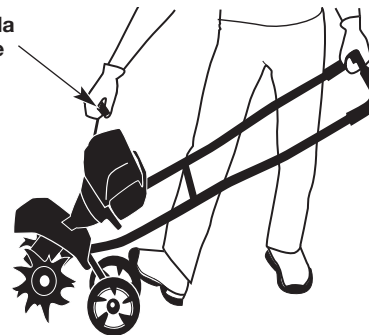

Fig. 10
ADVERTENCIA: Se debe evitar arrancar accidentalmente la unidad. A fin de evitar que se produzcan lesiones graves, el operador y la unidad deben estar en una posición estable cuando se jala la cuerda de arranque (Fig. 10).
ADVERTENCIA: Los dientes pueden girar durante el proceso de arranque. Siempre párese en la posición de arranque. Utilice un pie para mantener las ruedas en su lugar. Incline la unidad ligeramente hacia atrás para separar los dientes del suelo (Fig. 10).
2. Párese en la posición de arranque (Fig. 10). Sujete firmemente la barra de control con una mano. Sostenga la cuerda de arranque con la otra mano. Use el pie para aguantar las ruedas.
3. Incline la unidad ligeramente hacia atrás para separar los dientes del suelo (Fig. 10).
4. Tire de la cuerda de arranque con un movimiento controlado y firme hasta que arranque la unidad (Fig. 10).
2. Párese en la posición de arranque (Fig. 10). Sujete firmemente la barra de control con una mano. Use el pie para aguantar las ruedas.